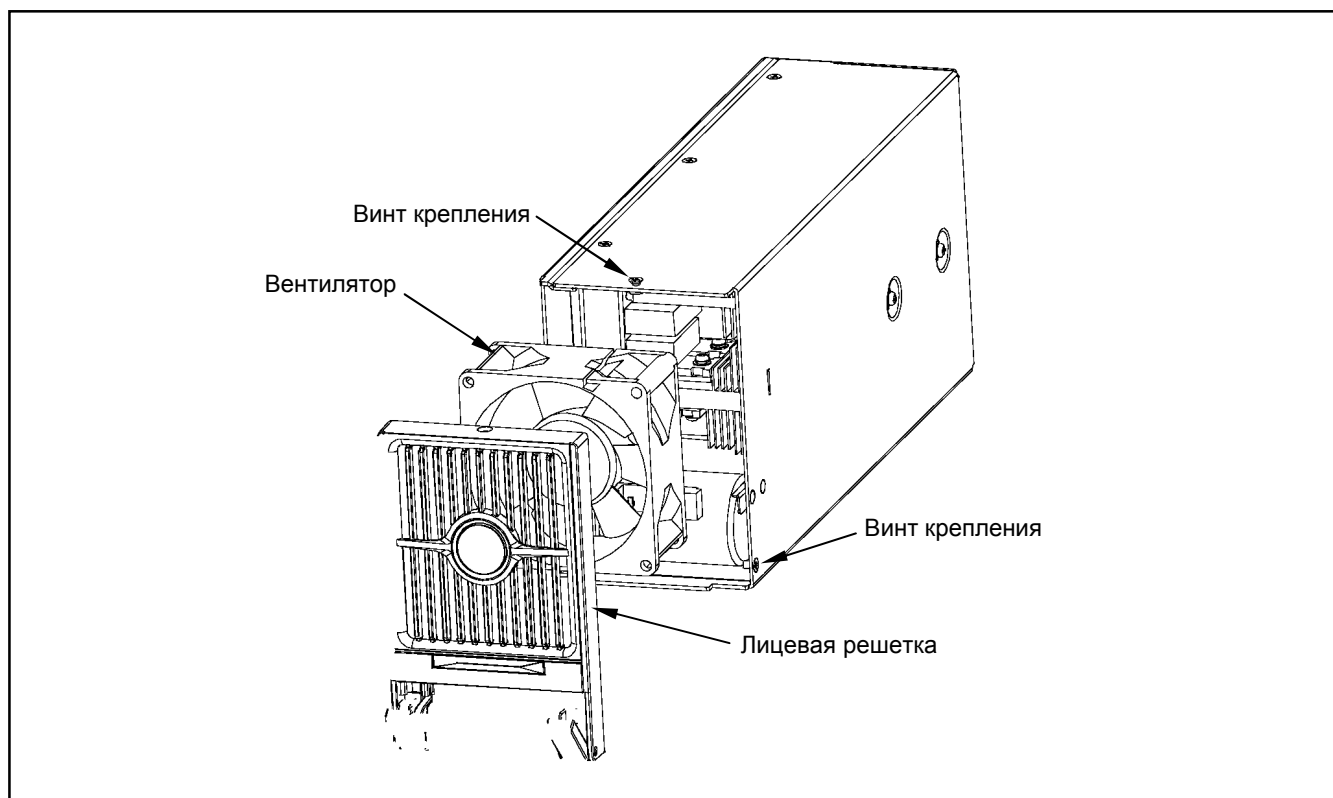

Рис. 19. Рис. 16. Замена вентилятора в блоке выпрямителя.
1. Снимите блок контроллера с фиксатора, для чего нажмите на ручку так, чтобы она вышла из углубления, и выньте блок из секции шкафа (рис. 19).
1. Отвинтите винт крепления платы и выньте плату из блока, чтобы получить доступ к разъемам (рис. 19).